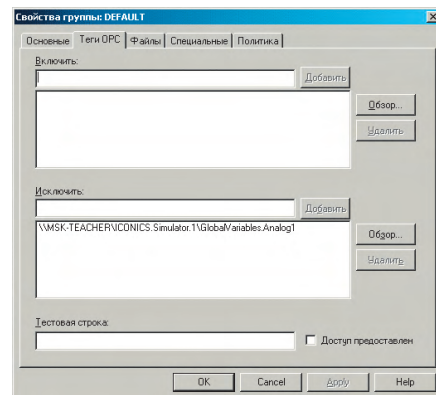

Рис. 9. Свойства группы DEFAULT
1. Для группы **DEFAULT** (Исходная) добавьте теги, доступ к которым требуется ограничить, в список «Исключить» (рис. 9).